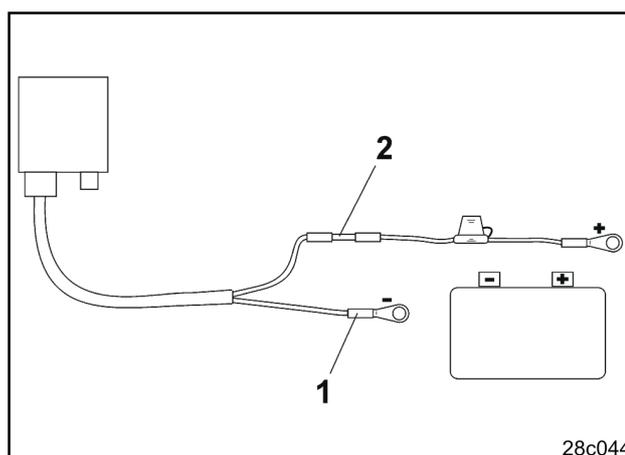

Fig. 6
- Den blå ledning (stelforbindelse) monteres i det løse ringbeslag (Fig. 6/1)
- Den brune ledning (+ 12 Volt) monteres i den frie ende af kontaktbeslaget (Fig. 6/2)
- Kontaktbeslaget (Fig. 6/2) opvarmes (f.eks. med fyrtøj eller varmeblæser), indtil limen kommer til syne.